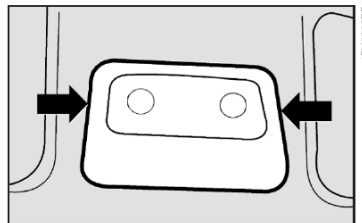

fig. 50
- Com uma chave de fenda nos pontos indicados **fig. 50**, remover o conjunto da luz interna montada a pressão pelas travas;